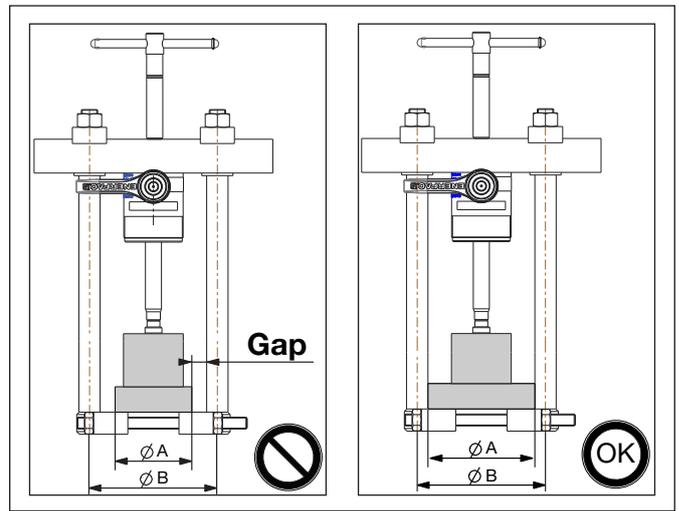

Рис. 12, Предотвращение изгиба сегментного съемника подшипников
**NOTICE** Категорически запрещается оставлять зазор между стойками съемника-хомута для подшипников и корпусом детали, поскольку это может привести к повреждению сегментного съемника подшипников (см. Рис. 12).